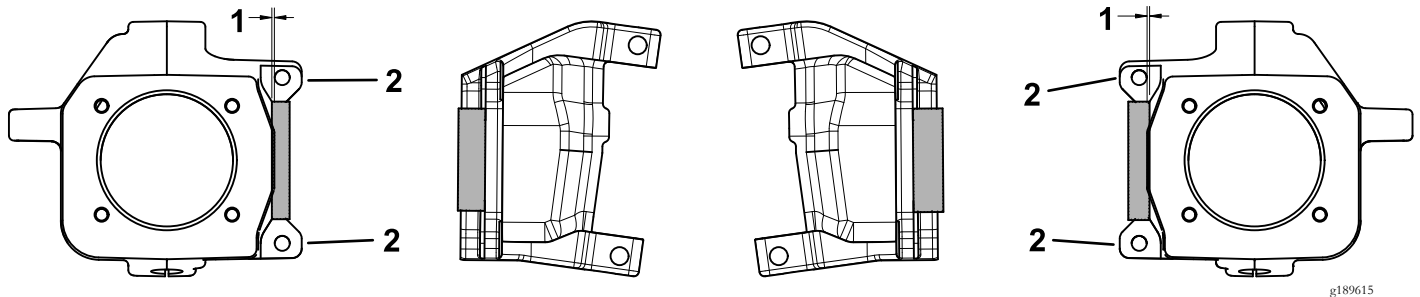

Figura 7
1. Rebaje 1,78 mm en los pivotes de dirección derecho e izquierdo, tal y como se muestra en la Figura 7.
**Importante:** No rebaje las superficies mostradas en la Figura 7.